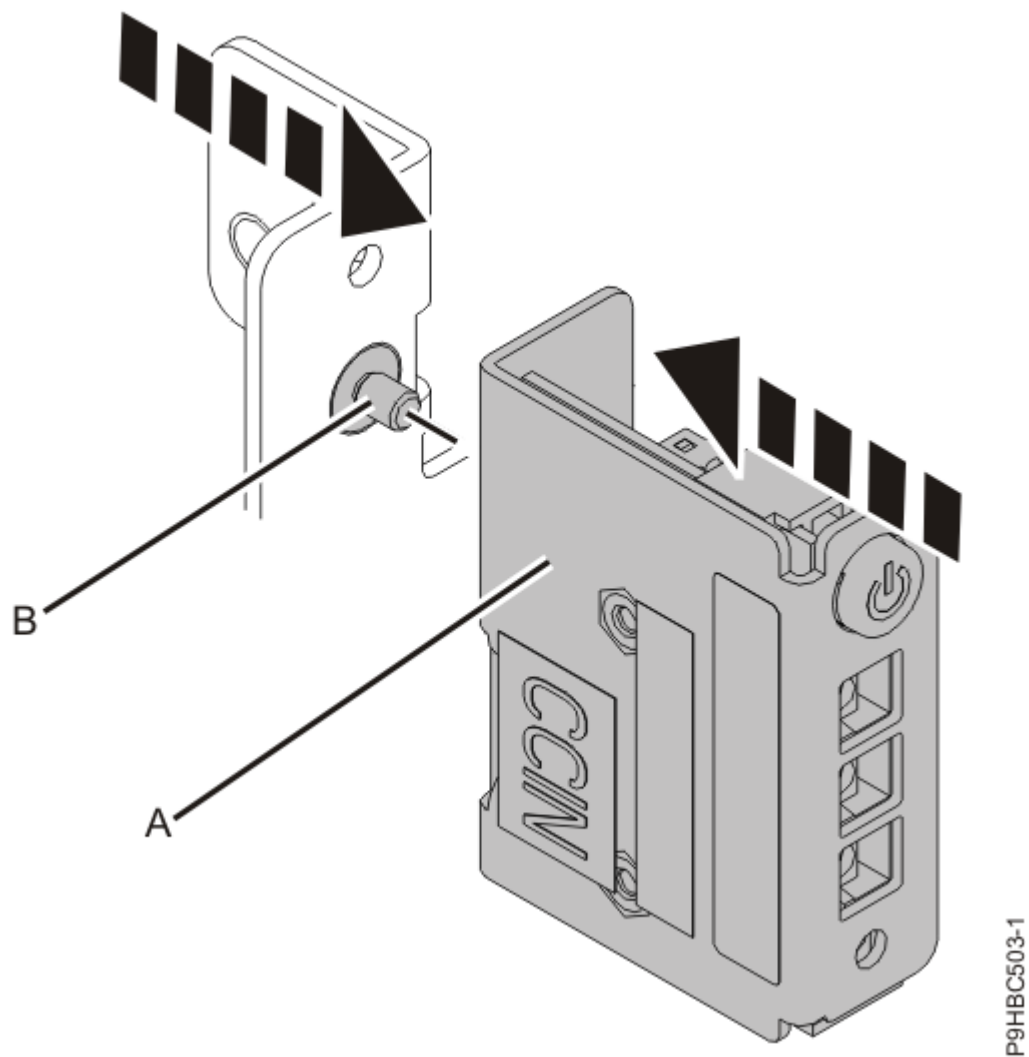

図 78. ラック・マウント型システムのブラケットへのコントロール・パネルの再取り付け
6. ラック・マウント型システムの場合、ねじ **(B)** を使用して、コントロール・パネル **(A)** をブラケットに取り付けます (82 ページの図 78 を参照)。